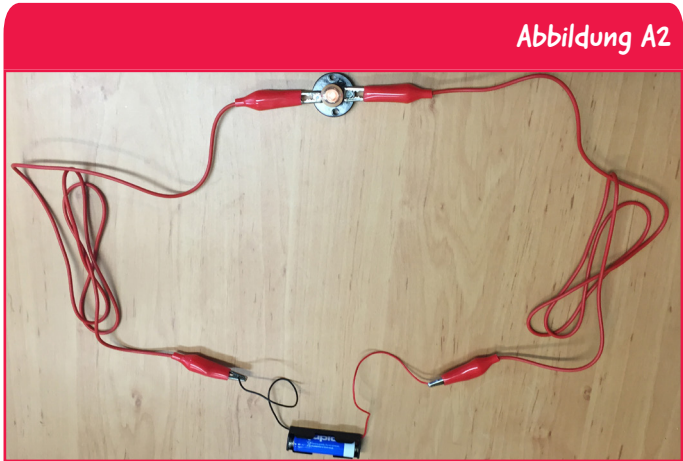

Abbildung A2
1. Baut den Stromkreis aus Abbildung A2 nach.